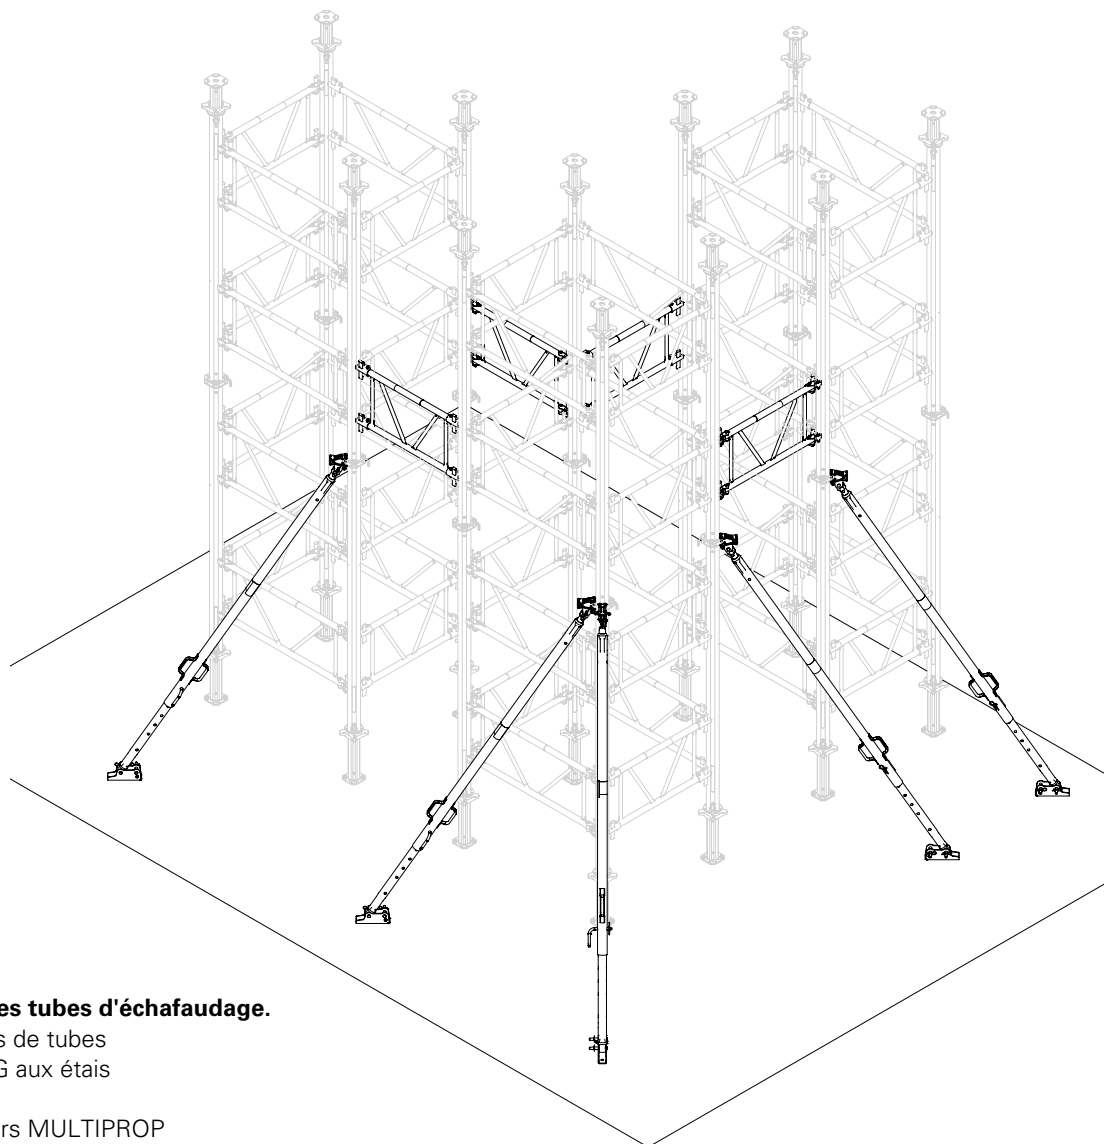

Fig. A5.03
2. Installer les cadres MRK entre les tours. (Fig. A5.03)